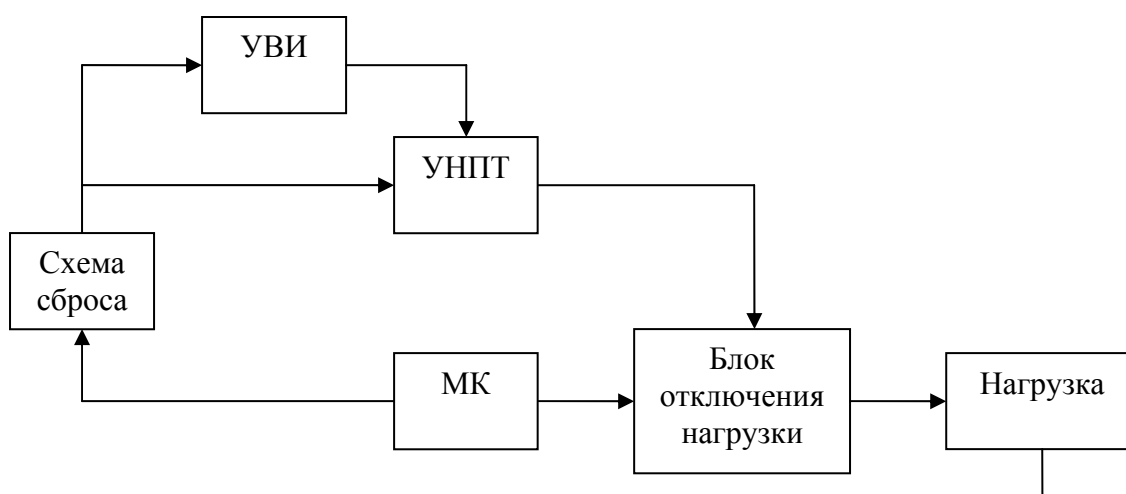

Рисунок 1.3
1.4.2 В приборе предусмотрена защита от перегрузки посредством отключения высоковольтного источника и быстрого разряда выходного напряжения при значениях мощности в нагрузке более 20 Вт или силы тока, значение которого превышает 100мА. При этом на индикаторе появляется информационное сообщение о перегрузке. Блок-схема защиты от перегрузки приведена на рис. 1.3.